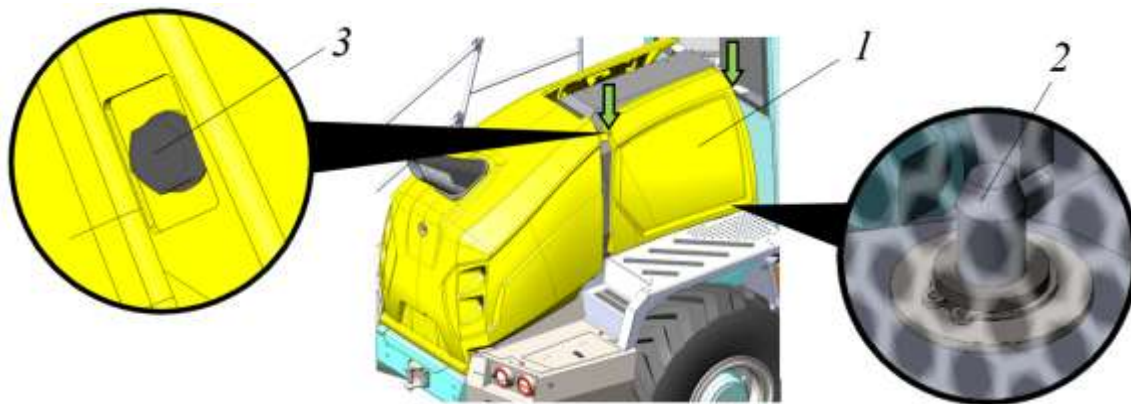

Рисунок 5.7. Створка крыльчатки вентилятора
- ▶ Ключом (S=17) выкрутить 2 болта 3, рис. 5.7, места расположения болтов показаны стрелками.
- ▶ Потянуть створку 1 вверх (высвободив ее из штифтов 2, рис. 5.7) и на себя.
- Установить створку 1 на штифты 2 совместить отверстия створки 1 с каркасом и вкрутить 2 болта 3, рис. 5.7. Болты 3 затянуть моментом 43-46 Н*м.